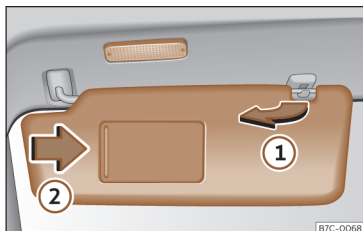

Fig. 95 Parasol.
- El parasol puede extraerse de la fijación y girarse hacia la puerta»» fig. 95 ①.